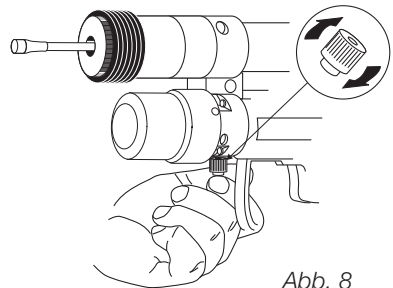

Abb. 8
2. Die Schutzmutter umdrehen und auf das Gewinde der Antilockiereinrichtung (C) (Abbildung 8) aufschrauben.